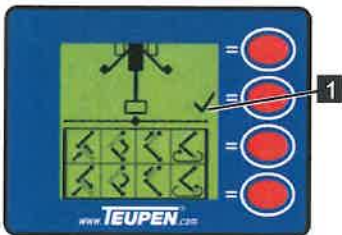

Abb. 130
5. Bühne weiter schwenken bis die Drehbewegung automatisch stoppt und das Häkchen (Abb.130/1) im Display angezeigt wird.